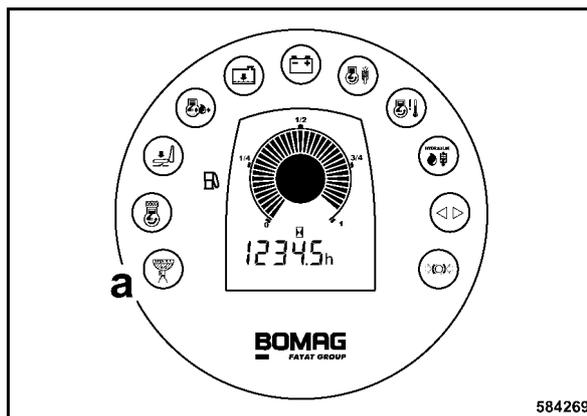

Рис. 144
- Если во время пуска или работы мигает сигнальная лампа воды в топливе (а) (Рис. 144), то необходимо слить воду из фильтра грубой очистки топлива.